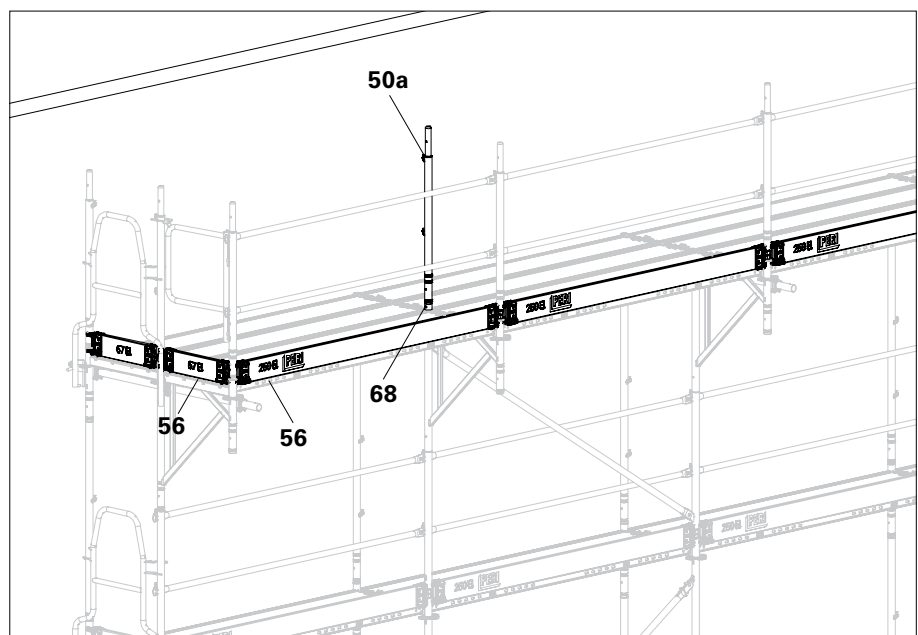

Abb. D1.14
- 8. Bordbretter UPF (56) montieren.
- 9. Geländerpfosten EVP (50a) und Distanzrohre URE (68) von Kopfrahmern EVH abbauen.
- Außenkonsolen sind montiert. (Abb. D1.14)